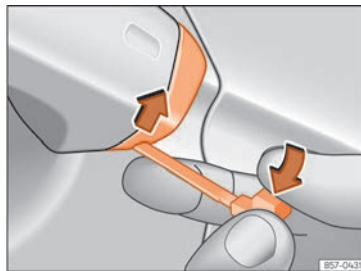

Abb. 94 Fahrertürgriff: Abdeckkappe abhebeln.
- Den Notschlüssel am Fahrertürgriff in die untere Öffnung der Abdeckkappe stecken »» **Abb. 94** und die Abdeckkappe von unten nach oben anheben.